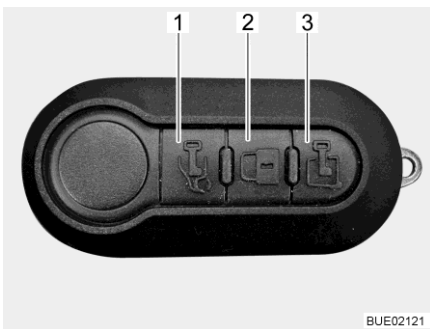

Bild 49 Multifunktionale Fernbedienung (3 Tasten)
- Fahrertür entriegeln: ■ Taste  (Bild 49,1) einmal kurz drücken. Die Fahrertür ist entriegelt.
- Eingangstür entriegeln: ■ Taste  (Bild 49,3) einmal kurz drücken. Die Eingangstür ist entriegelt.
Alle Türen verriegeln: ■ Taste  (Bild 49,2) einmal kurz drücken. Alle Türen sind verriegelt. Wenn beim Verriegeln eine oder mehrere Türen nicht ordnungsgemäß geschlossen sind, blinken die Fahrtrichtungsanzeiger (Blinker) schnell.